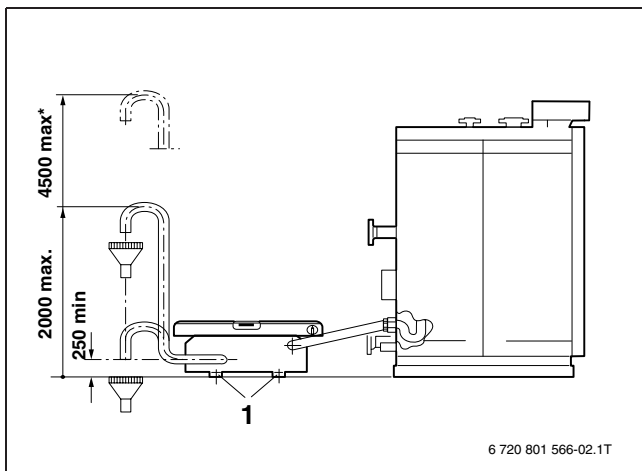

Рис. 2 Высота подачи
По-возможности, располагайте устройство нейтрализации рядом с котлом или теплообменником. Обязательно выдерживайте значения высоты подачи, приведенные на рис. 2.
- ▶ Выровняйте ванну опорными болтами (→ рис. 2, [1]) по горизонтали.